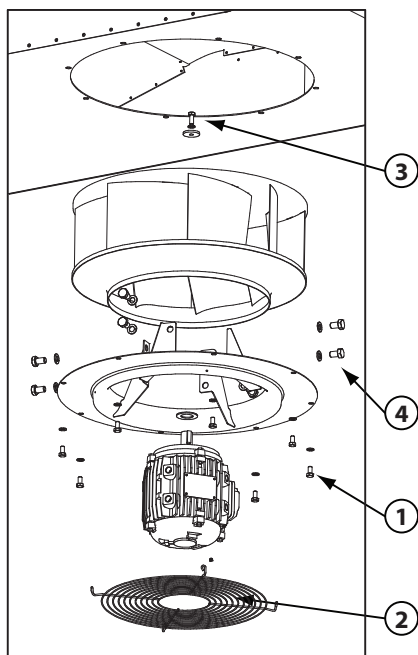

Fig. 7. De motor demonteren
- 5 Maak de motor los (acht M8x16) (1, fig. 7) van het ventilatorhuis en laat hem zakken.
- 6 Verwijder de draadbeschermer (vier parkerschroeven 4,2 x 6, 5) (2, fig. 7).
- 7 Verwijder de rotor door de schroef van de motoras te verwijderen (3, fig. 7)
- 8 Verwijder de motor van het inlaatmondstuk. Deze is bevestigd met 12x20 schroeven (4, fig. 7).
- 2 Bevestig de motor aan het inlaatmondstuk met 8 12x20 schroeven (4, fig. 7).
- 4 Monteer de draadbeschermer (vier parkerschroeven 4,2 x 6, 5) (2, fig. 7).
- 5 Ondersteun en plaats de motor in het ventilatorhuis. Zorg ervoor dat u de motorkabel langs hetzelfde traject trekt zoals in de fabriek werd gedaan. Het geheel is bevestigd met 8 M8x16 schroeven (1, fig. 7).